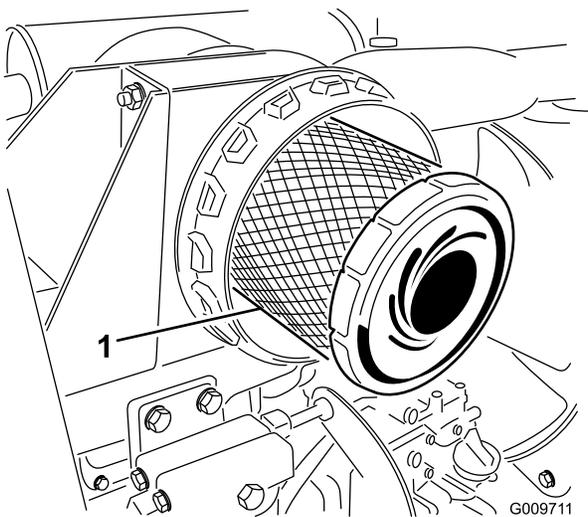

Figura 56
4. Togliete il filtro primario e sostituitelo (Figura 56).